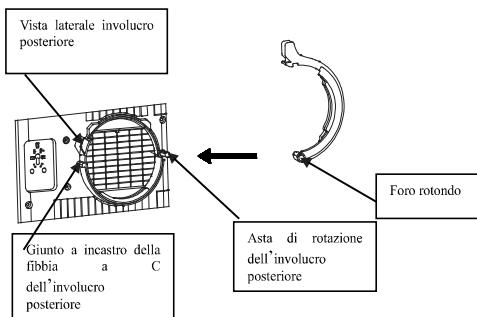

Figura 3
- 2). Direzionare il foro rotondo al fine del gancio del tubo di scarico dell'aria calda verso l'albero di rotazione dell'involucro posteriore e inserirlo nell'involucro posteriore in accordo alla direzione del giunto dell'albero di rotazione (come mostrato nella figura 3).